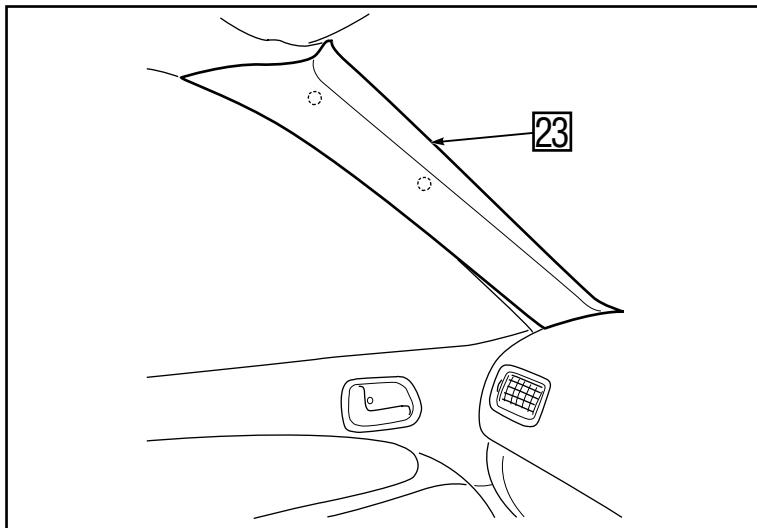

Abb. 57 - Fig. 57
**DIE ANLEITUNG 1 - 7 (Abb. 57 - 63) AUF DER RECHTEN SEITE DES FAHRZEUGS WIEDERHOLEN
REPEAT THE INSTRUCTIONS 1 TO 7 FOR THE RH-SIDE PARTS (FIG. 57 - 63)
REPÉTEZ LES INSTRUCTIONS 1 A 7 POUR LE CÔTE DROITE DU VÉHICULE (FIG. 57 - 63)**